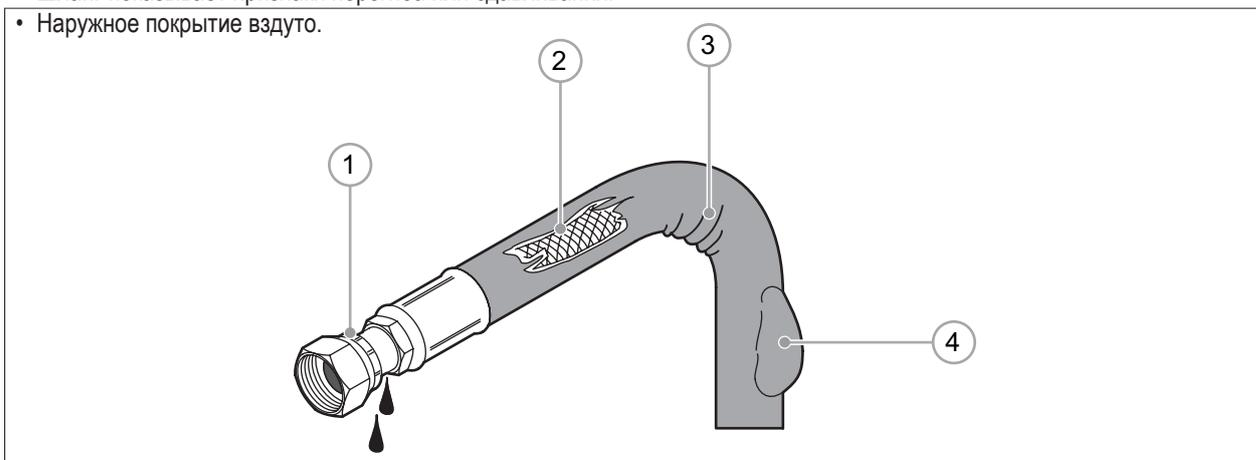

РИС. 43
- 3) Если есть какие-либо признаки повреждения, не работайте на машине, пока не будет сделан ремонт. Некоторые примеры общего повреждения гидравлического шланга показаны на **РИС. 43**.